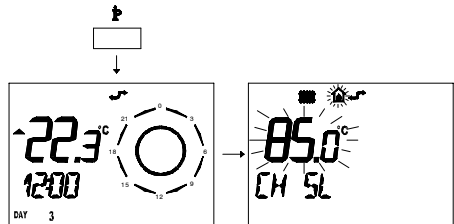

fig. 5.18
- 1 Premere per più di 3 secondi il pulsante  per entrare in modalità **INFO**.fig. 5.18